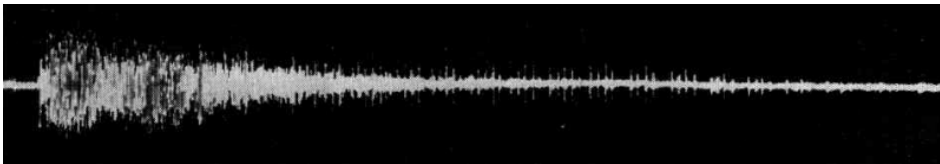

図 3-1 実測による短音残響波形
建築空間内における音の響きについて、以下に答えよ。図 3-1 は、ある建築物の中で手を叩いた後に測定された音の減衰過程を示している。この波形には特徴的なピークの繰返しが見られる。その繰返しは約 30 周期/秒である。
- (1) このような現象を何というか。こうした現象が生じるメカニズムはどのようなものか。
- (2) 図 3-1 の結果が常温の状況で測定されたとすれば、当該空間の代表的な長さは何の程度か。
- (3) 通常の建築空間でこうした現象を防止するためにどのような対策を行えばよいか。